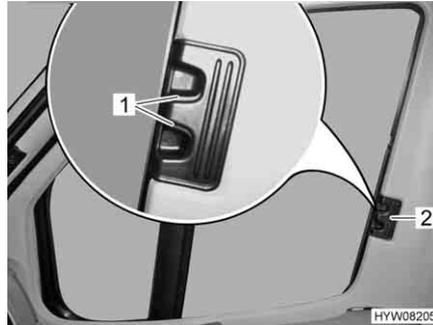

Fig. 89 Tendina oscurante pieghevole per il finestrino del conducente/passeggero
- Premere le maniglie di sbloccaggio (Fig. 89,1) e mantenerle premute.
- Con la levetta (Fig. 89,2) tirare le tendine oscuranti pieghevoli per il finestrino del guidatore e del passeggero verso l'altro lato della finestra e congiungerle alle strisce magnetiche.
- Inserire fino all'arresto le tendine oscuranti pieghevoli per il finestrino del guidatore e del passeggero per la maniglia (Fig. 89,2).
- Rilasciare le maniglie di sbloccaggio (Fig. 89,1) e mantenerle innestate.